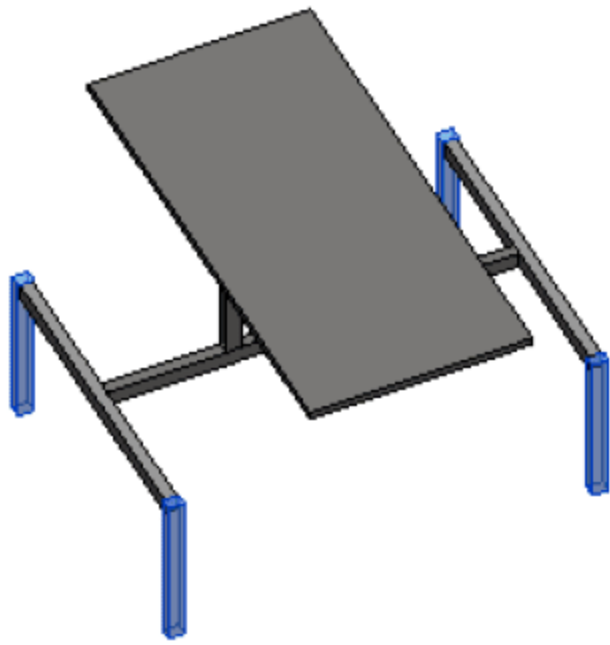

图 8.3.14 支架 F 效果图
(15) 编辑可见性并添加材质。首先,选中支架 F 图元,在“属性”面板中编辑“可见性/图形替换”选项,取消“平面/天花板平面视图”复选框的选择,单击“确定”按钮。其次,添加支架 F 的材质,选择或添加“不锈钢”类型,单击“确定”按钮,如图 8.3.14 所示。